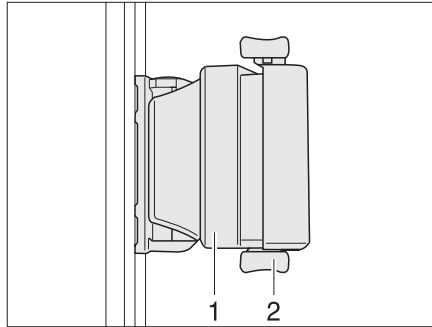

Bild 68 Schiebefenster mit Druckverriegelung
- Verriegelung (Bild 68,2) nach oben drücken.
- Griff (Bild 68,1) drücken und gleichzeitig nach vorn oder hinten schieben.